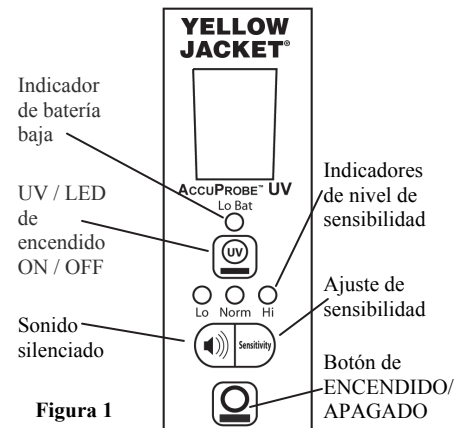

Figura 1
- ENCENDIDO:** el detector se enciende y se apaga presionando el botón de ENCENDIDO/APAGADO (véase figura 1 abajo).
- CALENTAMIENTO:** el detector inicia automáticamente el calentamiento del sensor para condicionarlo para su uso. Durante la fase de CALENTAMIENTO, y hasta que esté listo, el instrumento emitirá una señal audible y se iluminará de forma intermitente los LED de la sensibilidad y el cero (0) de la ventana del indicador de SmartAlarm™. **El tiempo de calentamiento suele ser de unos 20 SEGUNDOS o inferior. Para obtener la máxima sensibilidad, espera un adicional de dos minutos después de lo normal de calentamiento.**